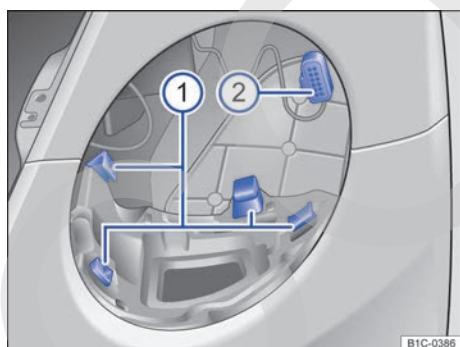

Fig. 183 Guías ① y conector ② para el montaje del faro izquierdo.
2.	Acople el conector → fig. 183 ② en la carcasa del faro.